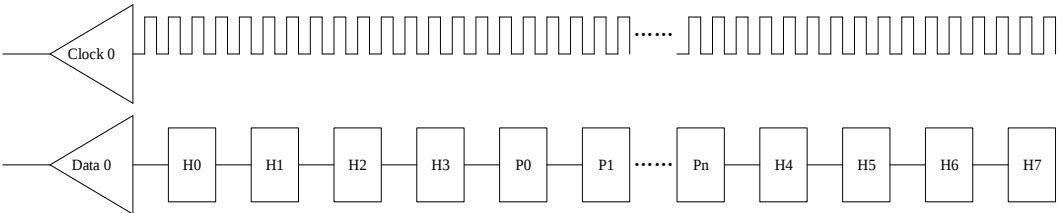
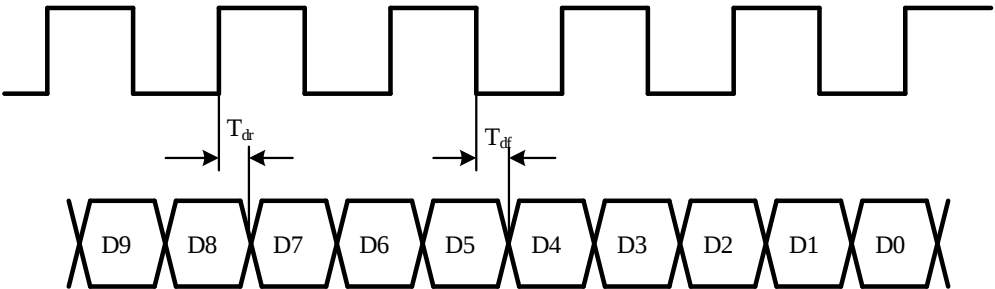
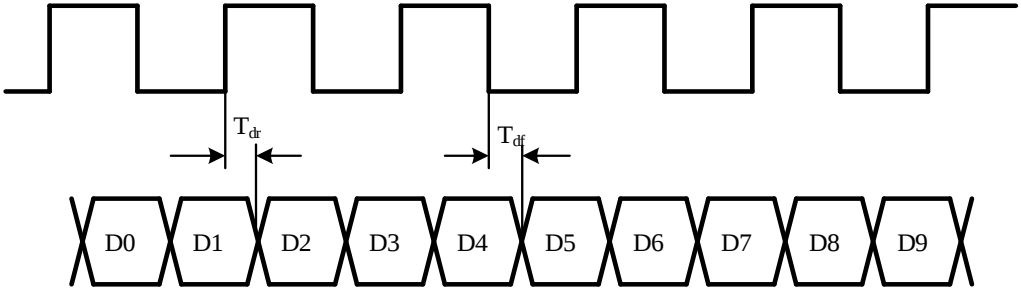

Figure 35 同步码传输方式示意图（1 data lane）
Figure 36 LVDS 单个像素 MSB 传输方式（RAW10）
Figure 37 LVDS 单个像素 LSB 传输方式（RAW10）
- 同步码传输方式见 Figure 35，图中 H 表示同步码，P 表示像素。可以选择每个像素的高位先出或低位先出，见 Figure 36 和 Figure 37。